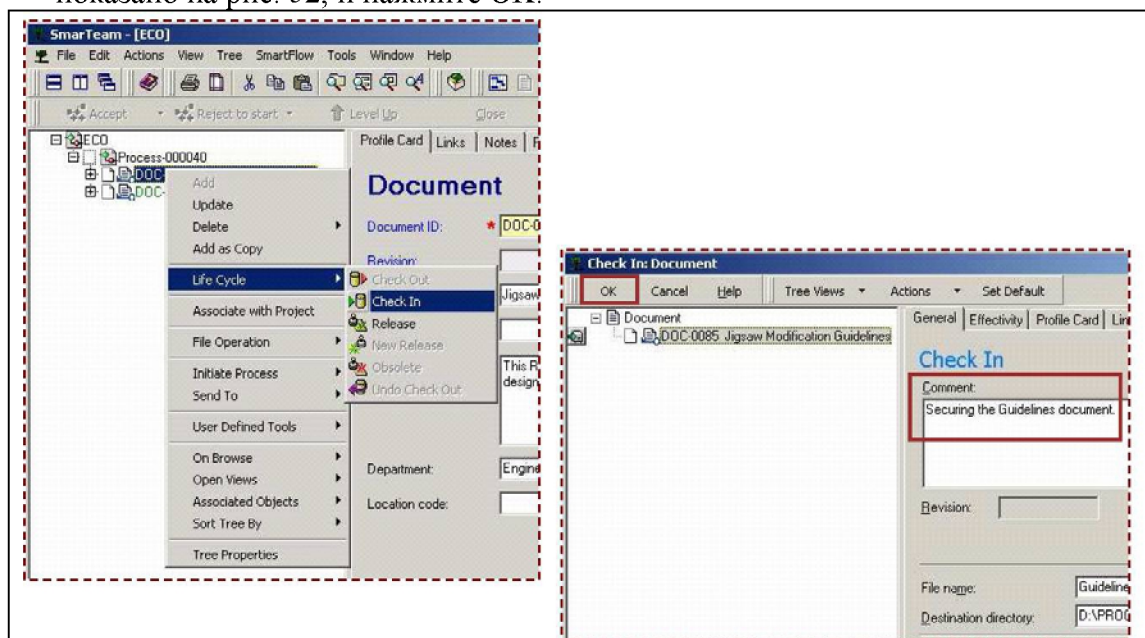

Рис.52. Операция по защите документов
- На экран выводится диалоговое окно «Check In». Наберите комментарий, как показано на рис. 52, и нажмите OK.